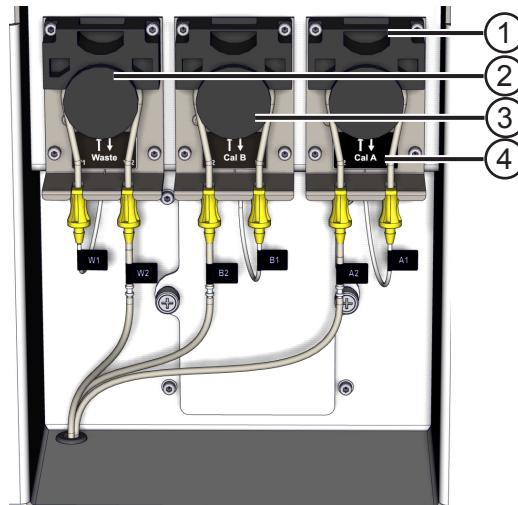

Figura 20 Ordine di collocazione dei diversi elettrodi
Inserire un tubo in ogni pompa peristaltica. Per inserire il tubo nella testa della pompa peristaltica, liberare la pressione della testa tirando la ghiera (1) in alto (vedi figura 20).